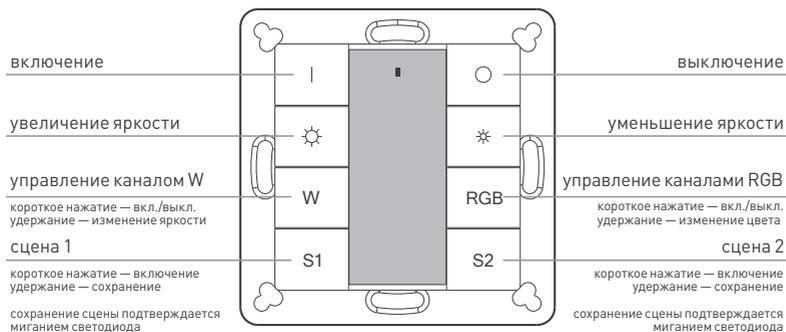

Рисунок 2. Назначение кнопок.
- 3.9. Проверьте управление с панели (рисунок 2).